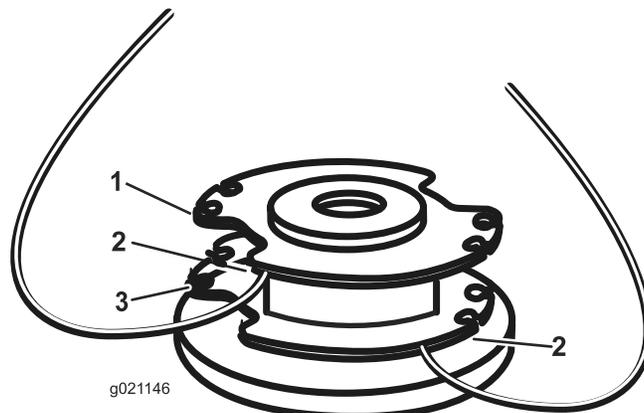

Figure 18
4. Insérez le fil dans les trous d'ancrage en haut de la bobine (Figure 18). Enroulez le fil sur la bobine dans la direction indiquée par les flèches sur la bobine.